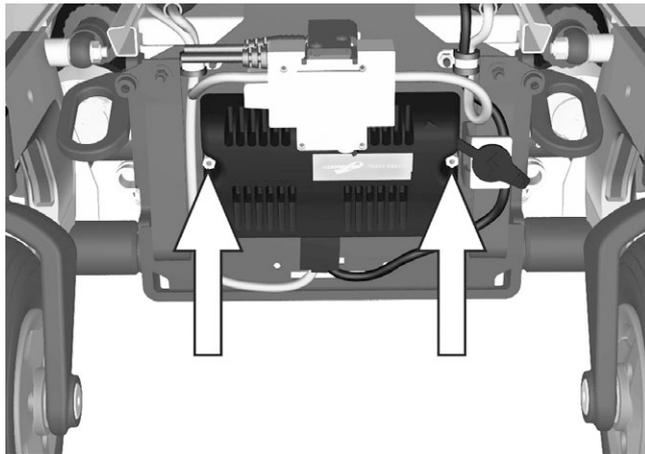

Abbildung 114. Die Endstufe ist mit zwei Muttern befestigt.
6. Endstufe abmontieren. Sie ist mit zwei Muttern befestigt. Siehe Abbildung. 114.
1. Endstufe wieder anmontieren. Sie ist mit zwei Muttern befestigt. Siehe Abbildung. 114.